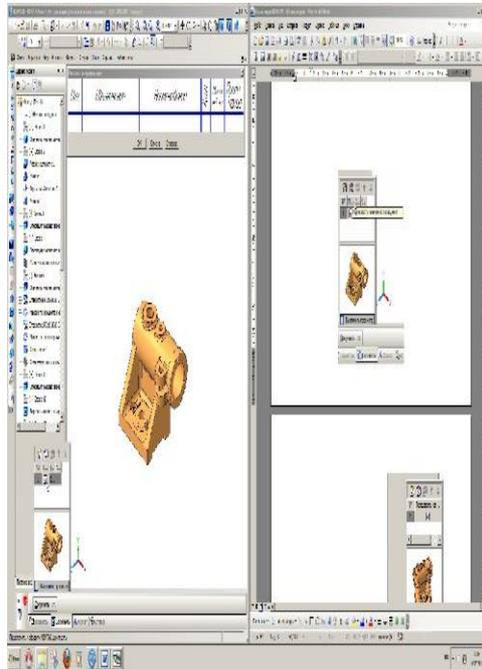

Рис. 39
- в окне выбора файла укажите файл **ЦУС.000.001 - Корпус.m3d**, подтвердите использование данных документа, включите галочку **Передавать изменения в документ** (рис. 39) и нажмите кнопку  **Создать объект** – система создаст объект спецификации с ранее введенными обозначением и наименованием.